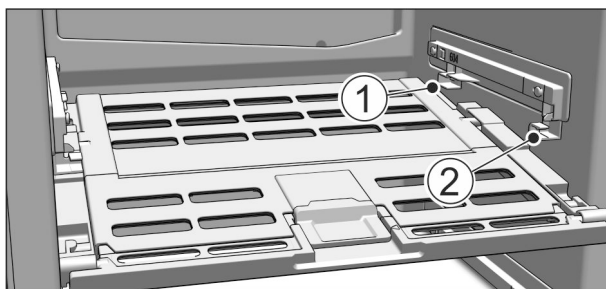

Fig. 71
- ▶ Colocar la tapa del cajón para conservación de frutas y verduras: introduzca los nervios de la tapa desde abajo en el soporte trasero Fig. 71 (1) y encájelos por delante en el soporte Fig. 71 (2).